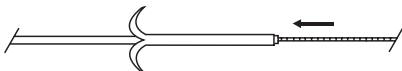

Fig. 2
- Com a ponta do cateter retificada, avance o cateter sobre o fio-guia. (Fig. 2)